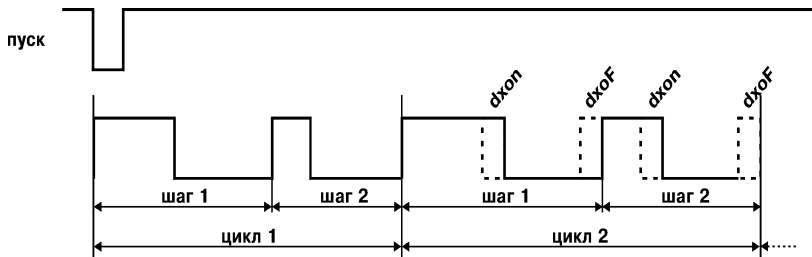

Рис. 4
3.1.2.6. После выполнения очередного цикла время длительности импульса в каждом шаге последовательности может автоматически изменяться на величину « ΔX_{on} », а время длительности паузы – на величину « ΔX_{of} ». Для этого необходимо задать значения этих параметров отличными от нуля (рис. 4).